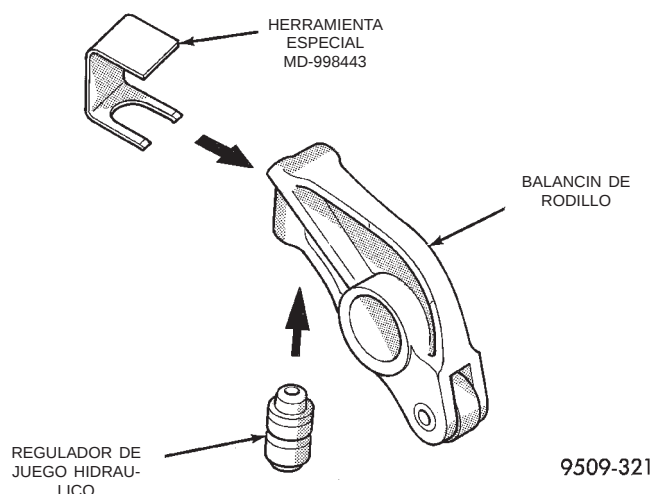

Fig. 49 Retén de regulador automático de juego
- (1) Retire el múltiple de admisión y la cámara plena, además de las tapas de culata de cilindros. Consulte los procedimientos en esta sección.
- (2) Instale los retenes del regulador automático de juego, herramienta especial MD-998443 (Fig. 49).